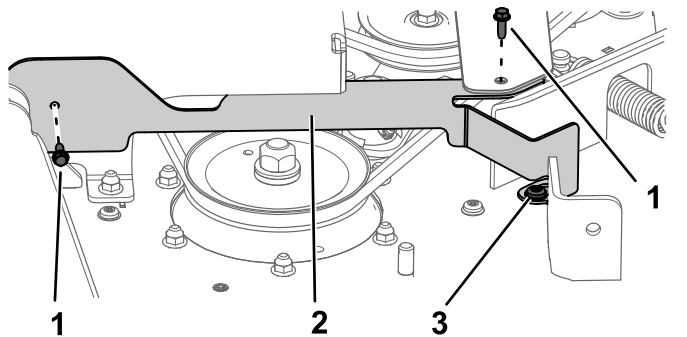

Figura 32
2. A la derecha de la máquina, retire los pernos de cabeza de arandela ($\frac{1}{4}$ " x $\frac{3}{4}$ ") y afloje el perno de cuello largo (Figura 32). Retire el protector.